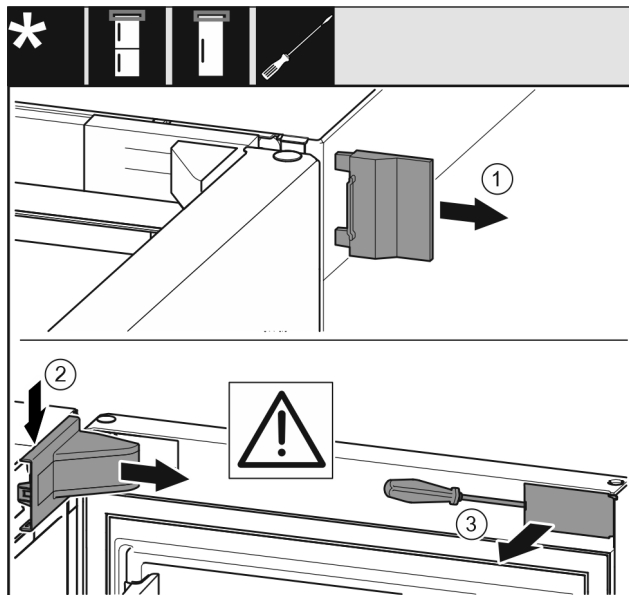

Fig. 9
- ▶ Sejměte vnější kryt. Fig. 9 (1)
- ▶ Odjistěte a uvolněte kryt stojanu ložiska. Sejměte kryt stojanu ložiska. Fig. 9 (2)
- ▶ Plochým šroubovákem vyjměte záslepku a otočte ji ke straně. Fig. 9 (3)